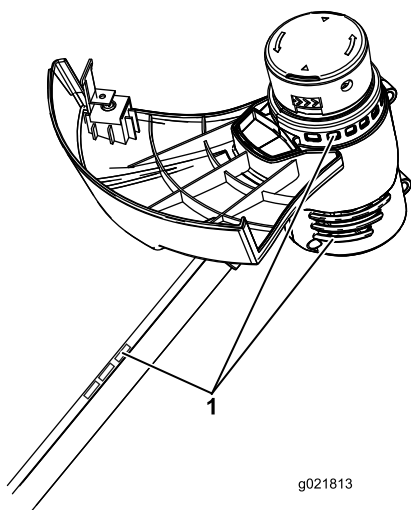

Figura 16
5. Con un cepillo, elimine los residuos de las entradas de aire de la carcasa del motor y del mango para evitar que el motor se sobrecaliente (Figura 16).